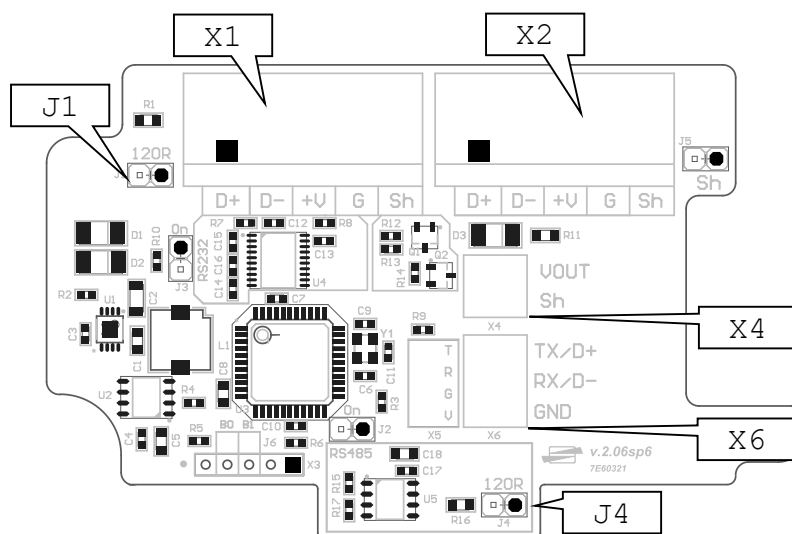

Рисунок 2 - Внешний вид платы активного повторителя SP1AM
2.2 Внешний вид платы и название клемм присоединения активного повторителя представлен на рис. 2.